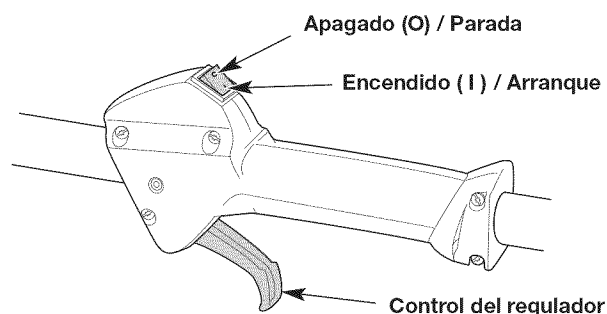

Fig. 6
NOTA: No hay necesidad de encender la unidad. El interruptor de Encendido/Apagado debe estar en la posición ENCENDIDO (I) en todo momento (Fig. 6).
6. **NO** oprima el control del regulador (Fig. 6). Tire de la cuerda con movimiento controlado y firme hasta que la unidad arranque (Fig. 9).
2. Oprima y no suelte el interruptor de control de Encendido y Apagado en la posición APAGADO (O) hasta que el motor se detenga por completo (Fig. 6).
6. **NO** oprima el control del regulador (Fig. 6). Coloque el accesorio Speed Start™ en el puerto Speed Start™ (Fig. 20). Consulte la sección *Operación* del manual del operador del accesorio Speed Start™.